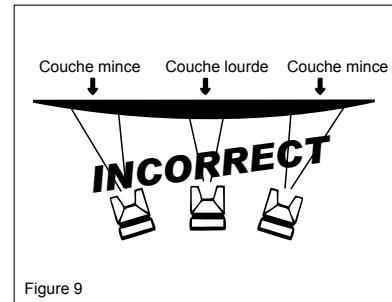

Figure 9
- Note:** Gardez toujours le pistolet se déplaçant parallèlement à la surface étant recouverte pendant la pulvérisation. Arrêtant le mouvement des pistolets à mi-course va provoquer une accumulation de peinture et entraîner des pistes. Ne soufflez pas le pistolet d'un bout à l'autre lors de la peinture, car cela entraînerait une accumulation de peinture dans le centre de la course et un revêtement insuffisant à chaque extrémité. (Voir la Figure 9)